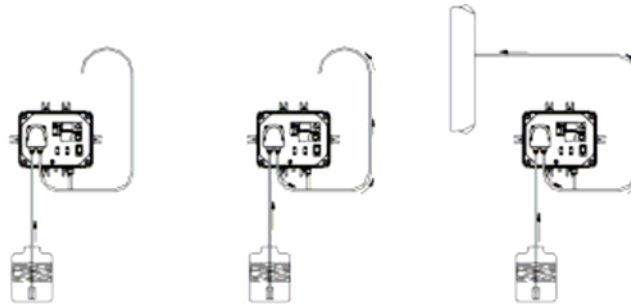

Fig. 6
- e- Verschließen sie die Schlauchnippel immer wenn sie die Pumpe von den Schläuchen trennen, um das Austreten von Flüssigkeiten zu vermeiden. Bevor sie die Pumpe in ihrer Anlage in Betrieb nehmen, ist es wichtig, die folgende Anleitung **Bild 6** genau zu befolgen. Bei Ansaugproblemen verwenden Sie bitte eine Spritze um Medium durch die laufende Pumpe zu saugen, bis Medium in der Spritze sichtbar wird. Verwenden Sie ein kurzes Stück Schlauch um die Spritze anzuschließen.